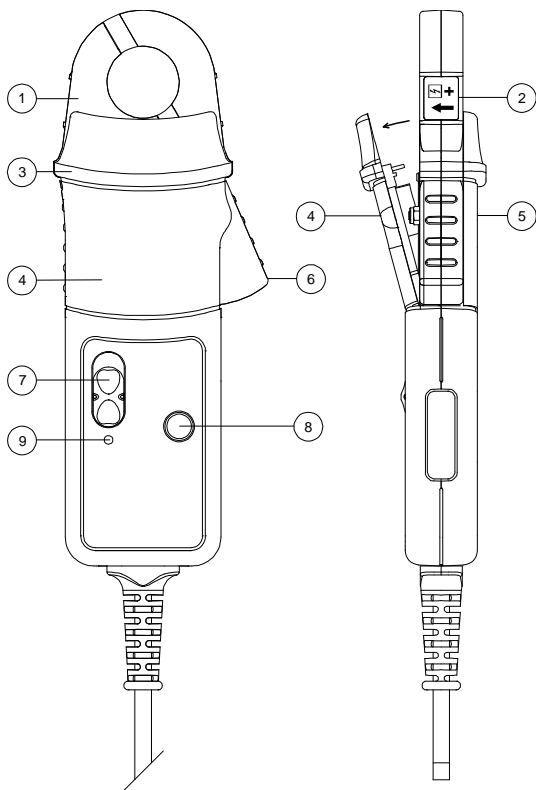

FIG 1
- No sujete nunca la sonda más allá de la protección contra el contacto con los dedos, ver FIG. 1.
El LED verde aparece parpadenando al alcanzar el mínimo nivel tensión de servicio requerido. (Ver fig. 1.) En tal caso, proceda de la siguiente manera.
Desmonte el tornillo de la tapa del compartimiento de baterías. Levante 30° y desmonte la tapa (ver fig 1). Inserte las nuevas baterías y monte y fije la tapa con el tornillo previsto.